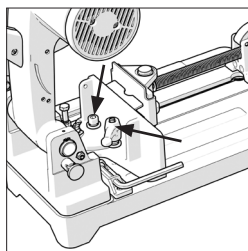

Fig. 8
- Desserrez la vis à tête creuse M10, puis la vis de verrouillage équipée d'un levier de manœuvre. (**Fig. 8**)